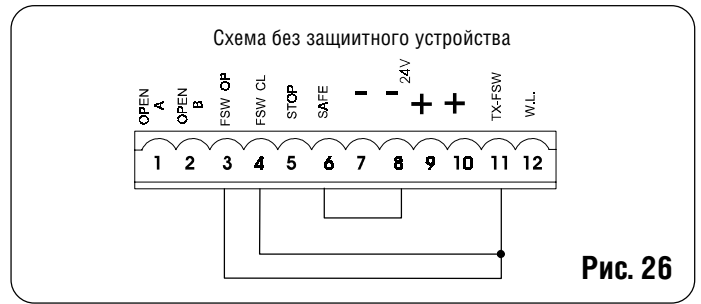

Рис. 26
**Н.В.** Если защитные устройства не используются, клеммы соединить перемычкой, как показано на рис. 26.
**NB:** Если защитное устройство не подключается, выводы **FSW OP** и **-TX FSW** соединяются перемычкой (рис. 26).
**NB:** Если защитное устройство не подключается, выводы **FSW CL** и **-TX FSW** соединяются перемычкой (рис. 26).